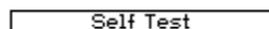

Figura 3: Pantalla de inicialización
5. Una vez encendido, el monitor realiza directamente el proceso de comprobación automática. El visor y las funciones de alarma se comprueban activando la pantalla LCD, la barra de alarmas, la visualización de siete segmentos, el indicador de silenciamiento de alarmas y el avisador acústico. En este modo todas las alarmas están deshabilitadas. La pantalla de inicialización se muestra durante 5 segundos (consulte la Figura 3: Pantalla de inicialización de la derecha).